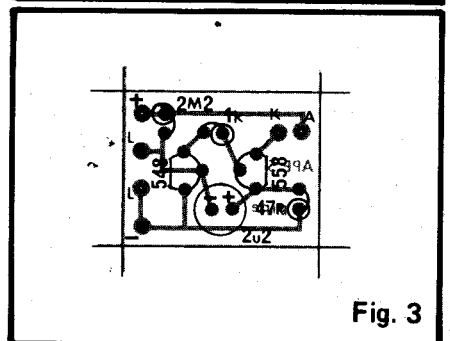
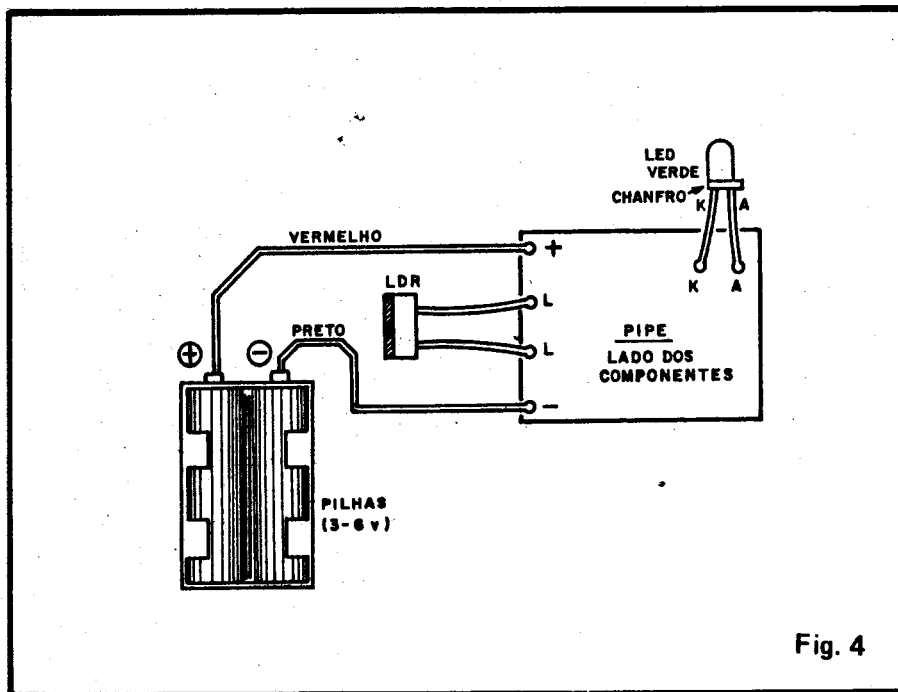

Fig. 3
Fig. 4
- **FIGURA 4** - Diagrama das conexões externas à placa (vista pelo lado dos componentes, como na fig. 3). Observar a polaridade das pilhas: o **vermelho** é (+) e o **preto** é (-) e a identificação dos terminais A e K do LED, referenciados pelo chanfro (indicado pela setinha). A identificação das ilhas destinadas às conexões periféricas está codificada tanto na fig. 3 como na fig. 4.